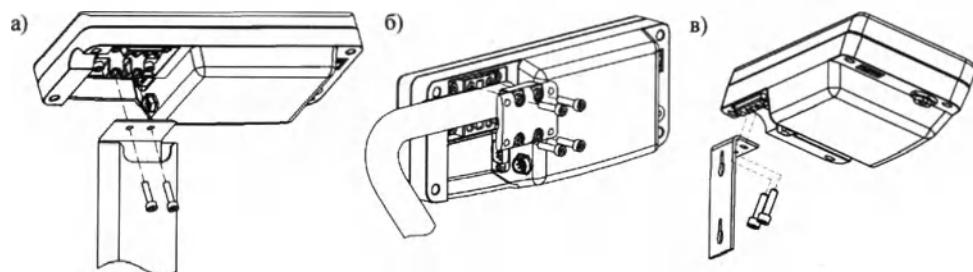

Рисунок 6.4 – Варианты крепления терминала:
- Закрепить терминал на стойке кронштейном, затянув четыре винта M5×30 с небольшим усилием (рис. 6.4 б).
- Закрепить двумя винтами M5×20 терминал на стойке (рис. 6.4). Излишек кабеля заправить в стойку.